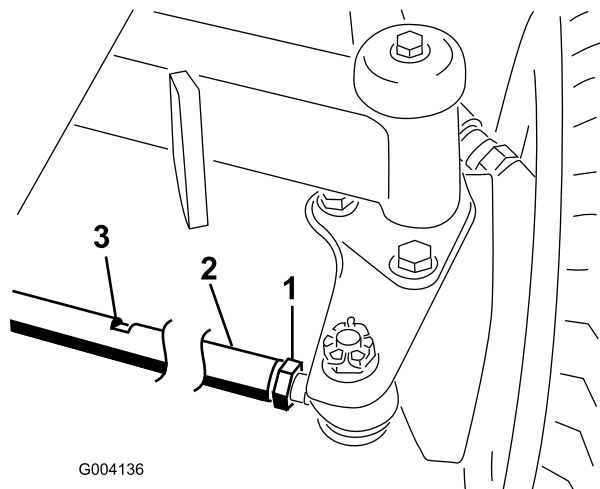

Figura 48
2. Allentate il controdamo da ciascun lato del tirante (Figura 48).